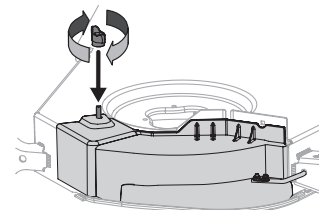

Figure 12
6. Fixez le tout avec un écrou papillon. Voir Figure 12.